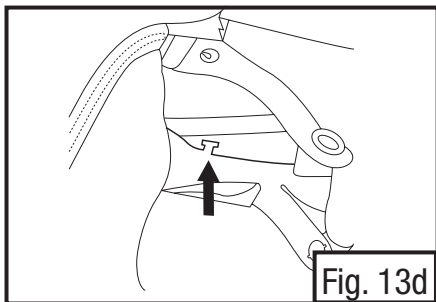

Fig. 13d
- Localize os ganchos em “T” na carneira (Fig. 13d). A guia plástica da vedação da face fixa-se neste gancho na carneira. Para fixar, desligue as guias **entre a carneira e o casco do equipamento para a cabeça**. Fixe o entalhe nas guias da vedação da face nos ganchos “T” localizados na cinta da cabeça da carneira (Fig. 13b).